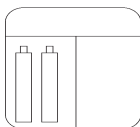
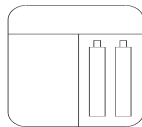

Fig 1
Fig 2
- Mettez en place les accumulateurs cylindriques par deux (voir Fig.1 et Fig.2) dans le chargeur.